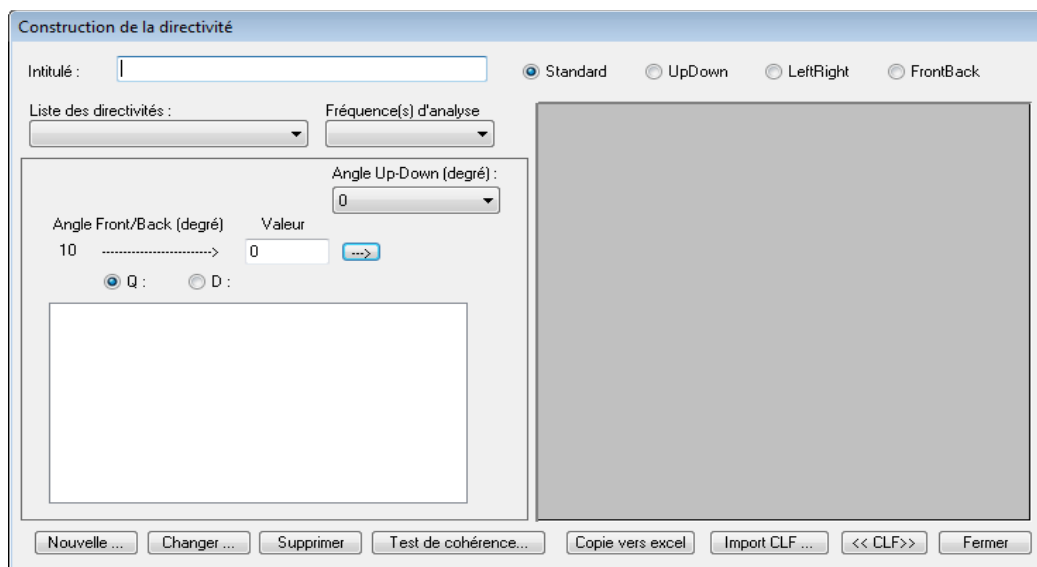

figure 24:
- La fenêtre suivante (figure 24) apparaît :